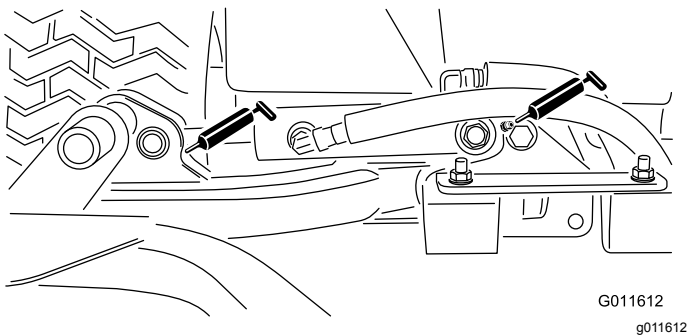

Figura 28
- Cilindri del braccio di sollevamento degli apparati di taglio (2 ciascuno) - Figura 28
- Perna orientabili del braccio di sollevamento (1 ciascuno) - Figura 28